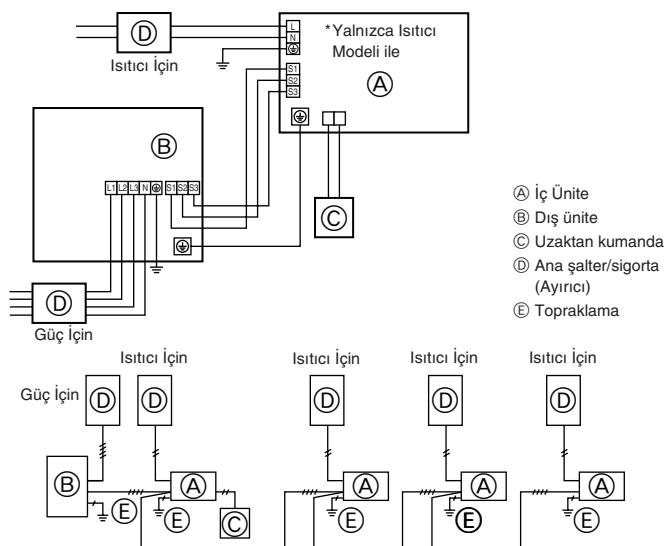
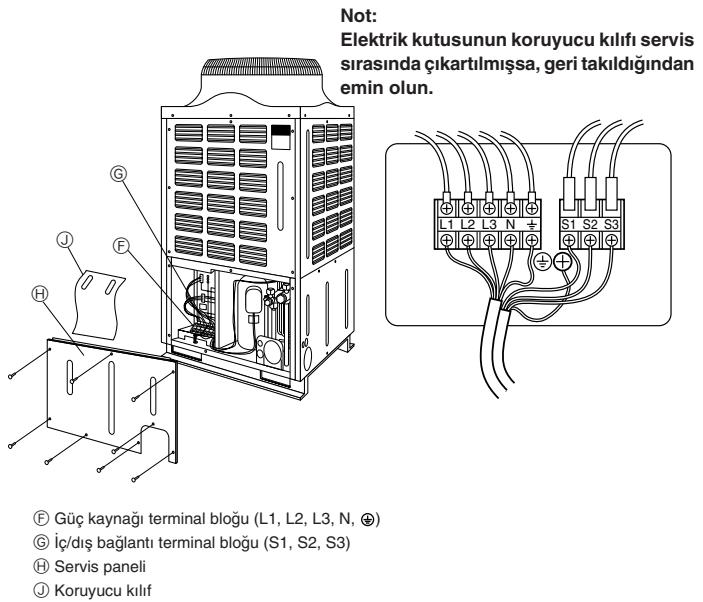

Fig. 7-1
Fig. 7-2
7.1. Dış ünite (Fig. 7-1, Fig. 7-2)